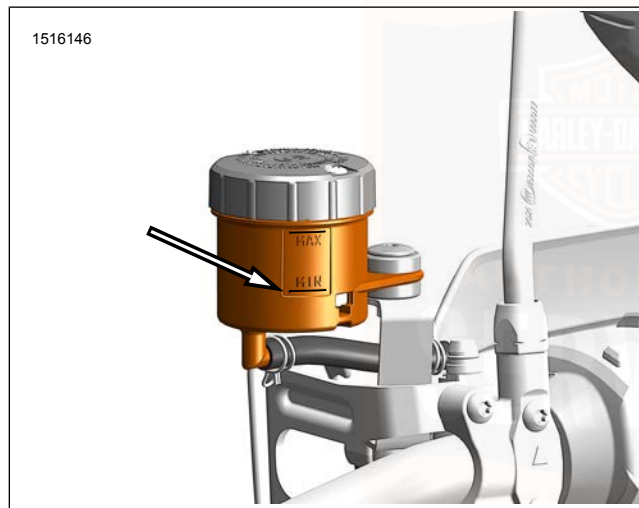

Abbildung 57. MIN-Markierung am Vorderradhauptbremszylinderbehälter
2. **Vorne:** Siehe Abbildung 57 Den Füllstand an der Seite des Vorderradbremssflüssigkeitsbehälters prüfen. Füllstand muss über der Mindestmarkierung am Schauglas liegen.